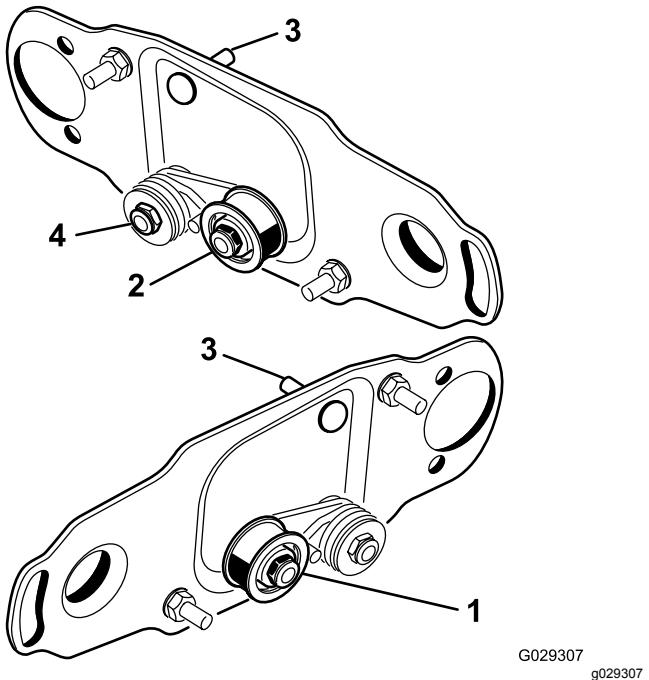

Bild 3
hinten rechts an der Schneideinheit (Bild 3) wie folgt montiert werden können:
1. Entfernen Sie die Spannscheiben hinten links an der Schneideinheit und montieren sie im unteren Loch in der Bürstenplatte hinten rechts an der Schneideinheit (Bild 3).
2. Entfernen Sie die Schlossschraube und die Mutter und setzen sie in das obere Loch, in dem vorher die Spannscheibe war (Bild 3).